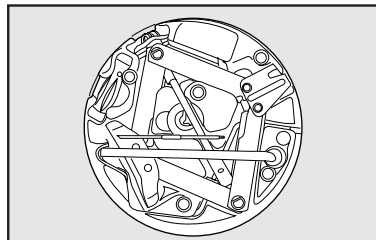
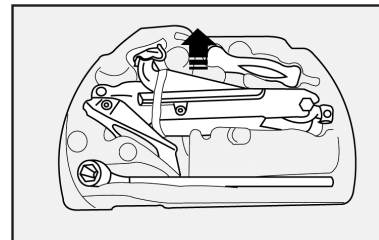

fig. 3
fig. 4
- Saque las herramientas y el crique de su seguro **fig. 3** o **fig. 4**.